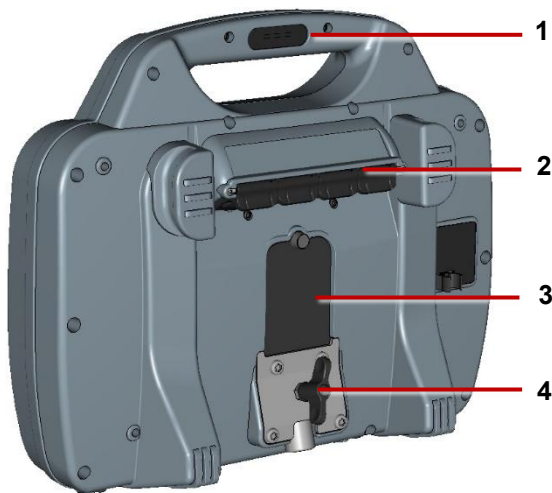

Imagen 3-2: Controlador, vista trasera
- Mantenga el tomacorriente limpio y seco en todo momento. Mantenga el panel de conexión principal cerrado cuando el controlador no esté en uso. Consulte Imagen 3-2.